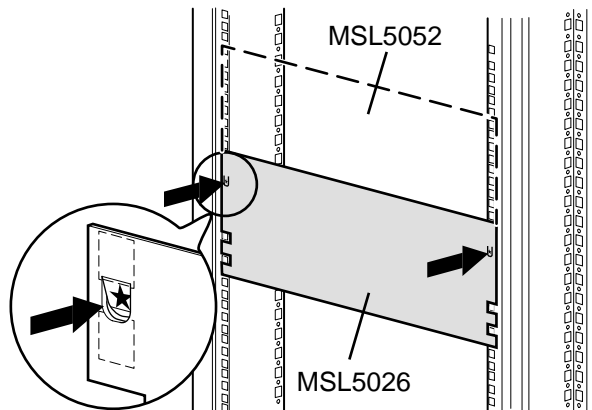

図2-3: ライブラリのテンプレート (図では9000ラック エンクロージャを示しています)
1. ライブラリに付属のテンプレートを使用して、ハードウェアを設置する位置の印をラック エンクロージャのマウンティング レールに付けます (図2-3を参照)。テンプレートの両側の黒い点は、ラックのU単位の最上部を示します。